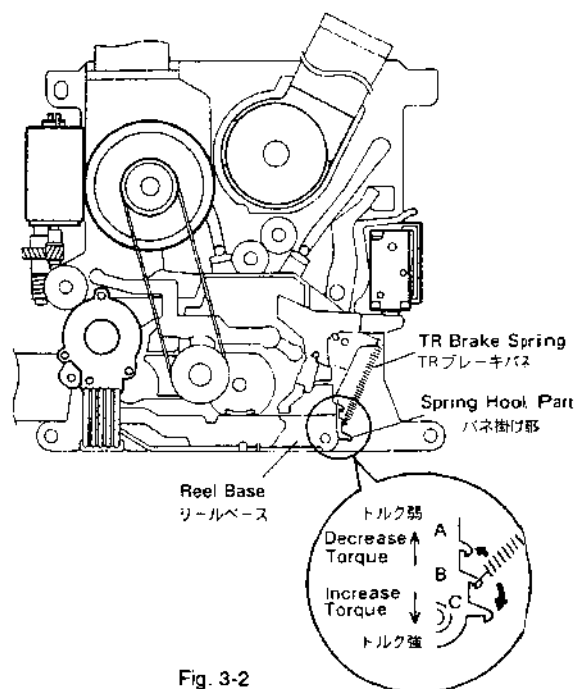

Fig. 3-2
(Refer to Fig. 3-2)
3. 規格内に入らない場合は、リールベースのバネ掛け部 A~C の位置を調整する。(図3-2参照)